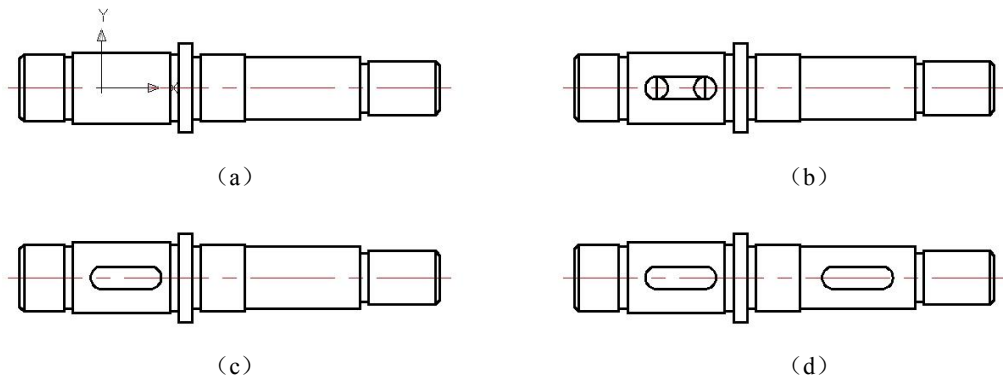

图 2-90 绘制主动轴零件键槽
(1) 新建用户坐标系，选择“工具”菜单→“新建 UCS”→“原点”命令，从辅助线左端点开始水平向右追踪，以距离左端点 21 个单位作为新坐标原点，如图 2-90 (a) 所示。
(2) 使用“圆”工具，以当前原点为圆心绘制半径为 2.5 的圆；接着以 11,0 为圆心绘制半径为 2.5 的另一个圆。使用“矩形”工具，分别以两个圆的上下象限点作为角点绘制一个矩形，如图 2-90 (b) 所示。
集”命令,对圆和矩形进行并集处理,效果如图 2-90(c)所示。
(4) 使用“复制”工具,以键槽左圆圆心为基点,将左键槽复制至距离当前原点水平向右 40 个单位处,得到右键槽效果,如图 2-90(d)所示。